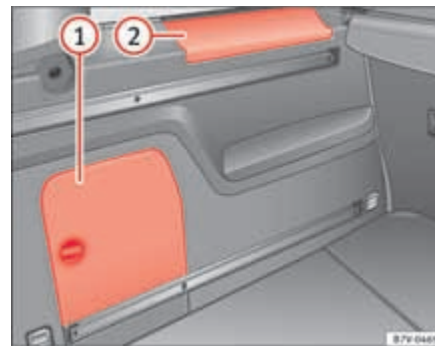

Fig. 113 En el maletero: compartimento portaobjetos lateral.
En el lateral del maletero se encuentran otros compartimentos ⇒ fig. 113 ① y ②. Para abrir el compartimento ①, gire el cierre en el sentido de las agujas ►